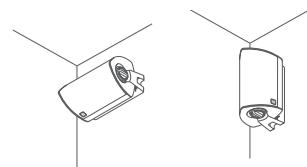

图 1
- AW 扬声器的位置应尽可能靠近聆听区域。扬声器可以水平，也可以垂直放置（见图 1）。